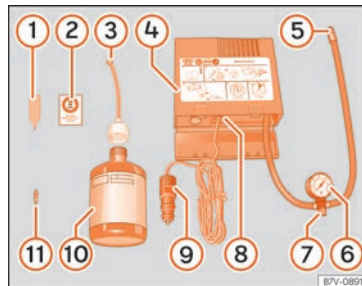

Fig.71 Représentation standard : contenu du kit anticrevaison.
- Dévissez le capuchon et l'obus de la valve du pneu. Utilisez l'appareil » fig. 71 ① pour extraire l'obus. Placez-le sur une surface propre.
- Agitez fortement la bouteille de produit de colmatage des pneus » fig. 71 ⑩.
- Vissez le tuyau de gonflage » fig. 71 ③ sur la bouteille de produit de colmatage. Le »
- Retirez le bouchon du tuyau de remplissage » fig. 71 ③, puis vissez l'extrémité ouverte du tuyau sur la valve du pneu.
- Placez de nouveau l'obus de valve sur la valve du pneu avec l'outil » fig. 71 ①.
- Vissez le tuyau de gonflage du pneu du compresseur » fig. 71 ⑤ sur la valve du pneu.
- Vérifiez si la vis d'évacuation d'air est serrée » fig. 71 ⑦.
- Branchez le connecteur » fig. 71 ⑨ à une prise de courant de 12 volts du véhicule » page 180.
- Raccordez le compresseur d'air au commutateur ON/OFF » fig. 71 ⑧.
- Collez l'autocollant » fig. 71 ② sur le tableau de bord, dans le champ de vision du conducteur.